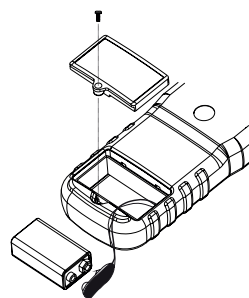

Fig. 1. Cambio de la pila
Para reemplazar la pila, siga estos pasos y consulte la Fig. 1:
4. Reemplace la pila como muestra la Fig. 1.